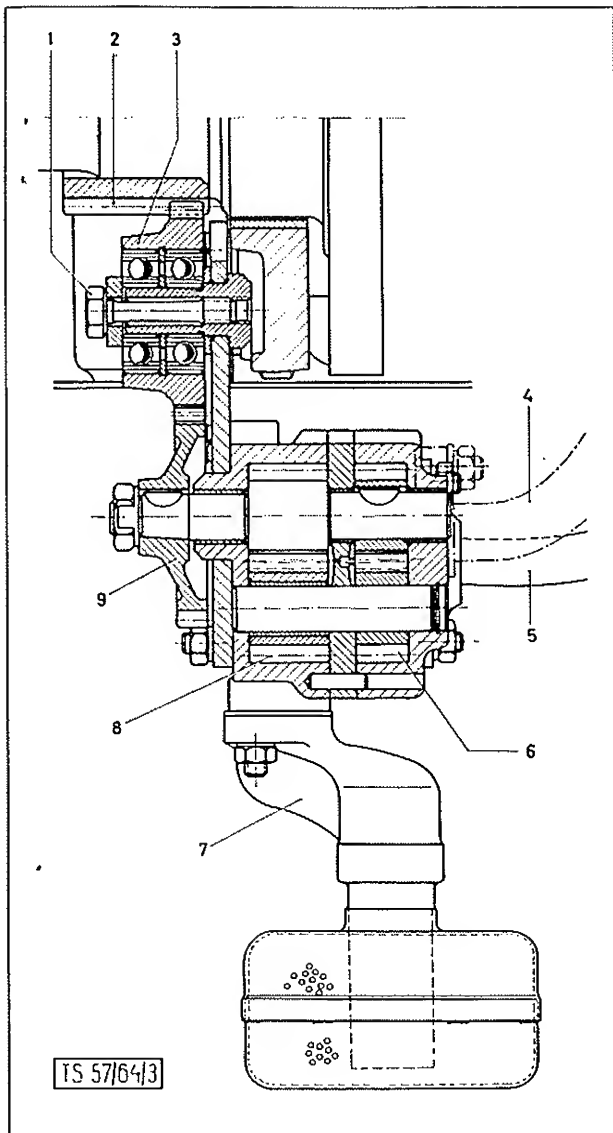

BILD 70 :Ölpumpe Längsschnitt
7. Zwischenrad gemäß seiner Lage auf Bild 70 montieren. Dehnschraube (70/1) mit einem Anzugsmoment von 5 mkg festziehen. (Kugellageraußenringe haben Schiebesitz!)